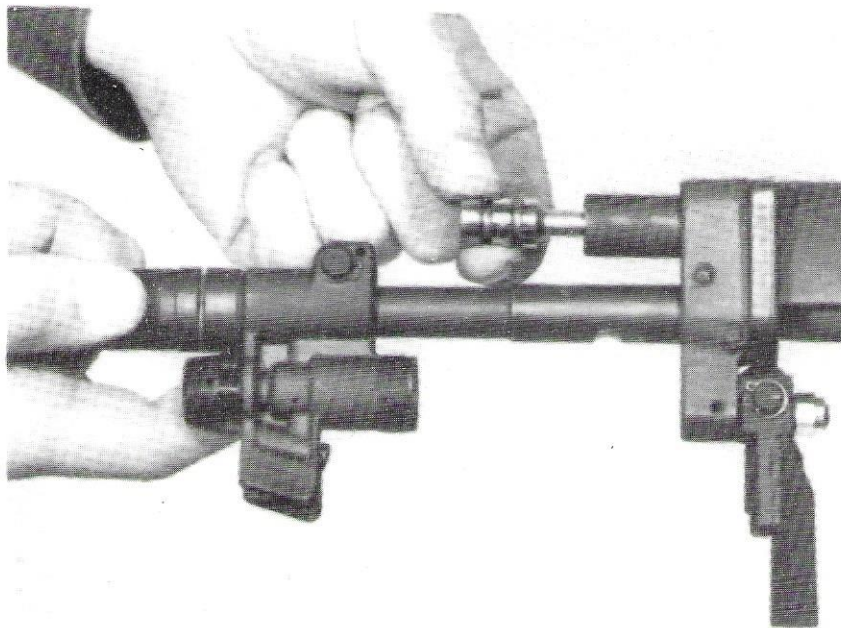

Figure 10 : Extraction de l'ensemble piston récupérateur.
- extraire l'ensemble piston - récupérateur (fig 10),